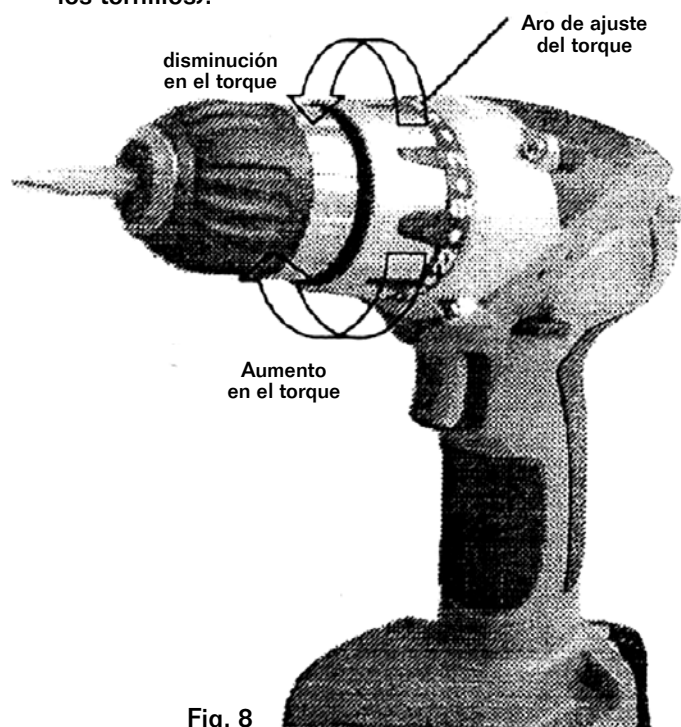

Fig. 8
1. Este taladro está equipado con configuraciones del torque, controladas por el aro de ajuste del torque (Ver Fig. 8).